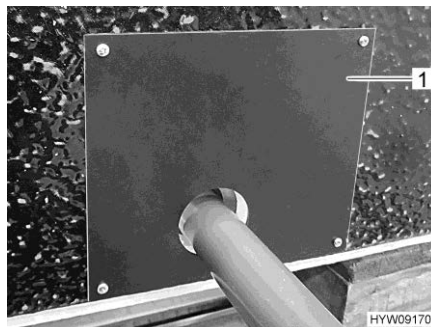

Fig. 194 Copertura (vano del serbatoio delle acque grigie)
- Rimuovere la copertura (Fig. 194,1) del serbatoio delle acque grigie.
- Posizionare la copertura (Fig. 194,1).